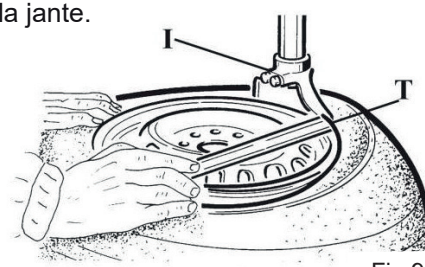

Fig.9
Insérer le levier (T) entre le talon et la partie avant de la tête de montage (I), mettre le talon du pneu sur la tête de montage (Fig.9).